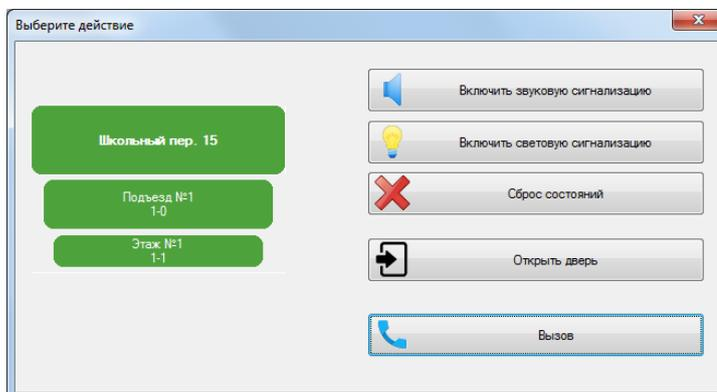

Рис.24 Действия удаленного диспетчера при выборе этажа
5.2.4 Для работы удаленного диспетчера с этажом объекта установить курсор на выбранном этаже (рис.18) и дважды кликнуть ЛКМ. На экране ПК АРМа появится перечень действий удаленного диспетчера (рис.24):